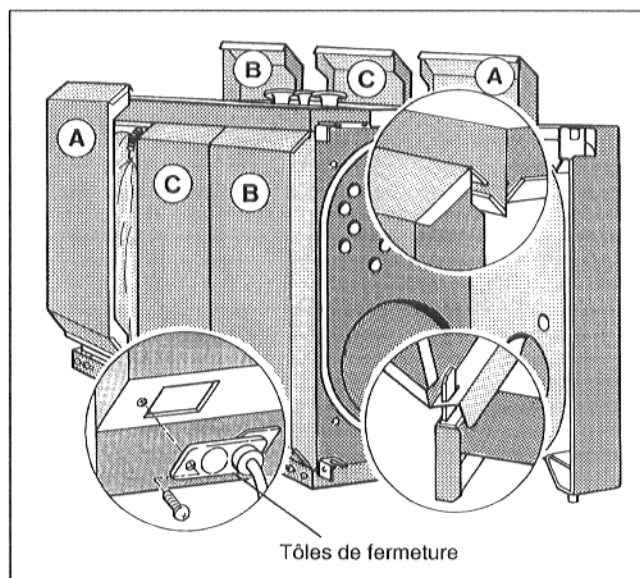

Fig. 12
- Fixer le câble-brûleur en tournant la douille en plastique ou l'écrou (Fig. 12).
Selon l'implantation, accrocher la tôle de fermeture portant le câble brûleur dans la paroi latérale gauche ou droite et la fixer à l'aide de la vis Parker (Fig. 12).
Remarque : Respecter les lettres marquées sur les parois latérales (Fig. 12).
- A gauche et à droite, mettre en place les 2 ou 3 parties de chaque face latérale : dans leur partie inférieure, glisser les fentes sur les languettes de la baguette latérale du cadre, dans la partie supérieure, les accrocher dans le rebord du capot latéral de la chaudière (Fig. 12).